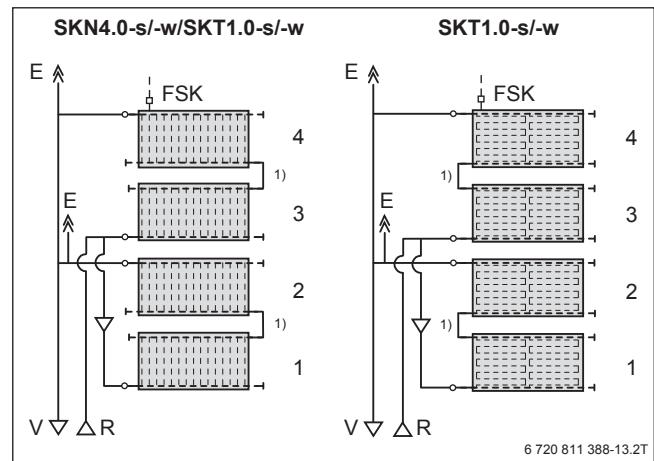

Bild 151 Verschaltung von mehr als 3 waagerechten Kollektoren übereinander
- ▶ Hierzu die 2 unteren Kollektoren (1 + 2) und die 2 oberen Kollektoren (3 + 4) in Reihe verbinden (→ Bild 151).